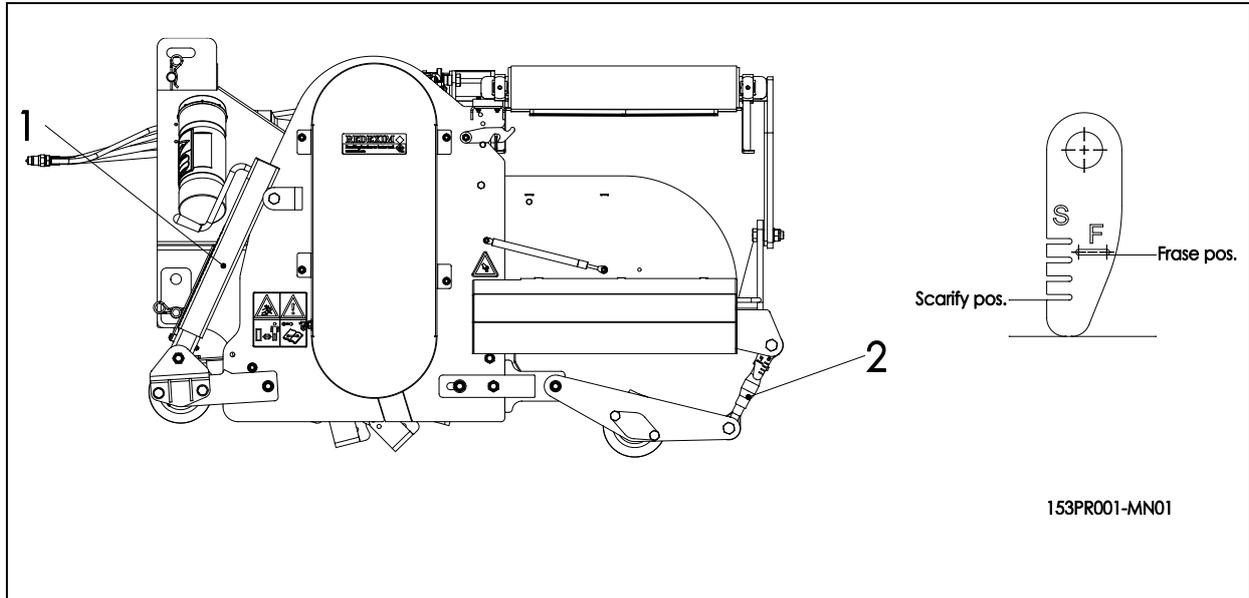

Abb.11
1. Stellen Sie die hintersten Achsen 2 auf die Fräsposition (Fräse pos.) ein, indem Sie den Indikator (siehe Abb. 11) verwenden und blockieren Sie diesen, indem Sie die Sicherungsmutter anziehen.
1. Stellen Sie die hinterste Achse 2 auf die Vertikutier-Position (Scarify pos.), indem Sie hierfür den Indikator (siehe Abb. 11) verwenden und blockieren Sie diesen, indem Sie die Sicherungsmutter anziehen.